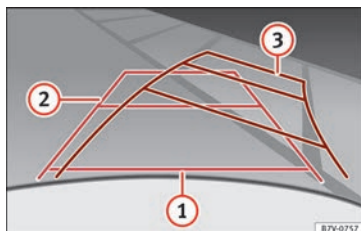

Fig. 216 Afficheur : lignes d'orientation de l'espace pour se garer derrière le véhicule.
Signification des lignes d'orientation projetées sur l'écran » **fig. 216**. Toutes les longueurs des lignes d'orientation prennent comme référence un véhicule situé sur une surface horizontale.
- Passez la marche arrière lentement et tournez le volant de manière à ce que les lignes jaunes d'orientation vous guident jusqu'à la place » **fig. 216** ③.